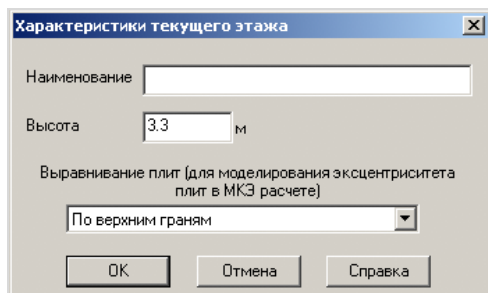

Рис.13.6.7 Окно диалога **Характеристики этажа**
- В открывшемся окне диалога **Характеристики этажа** (рис.13.6.7) задайте следующие параметры: